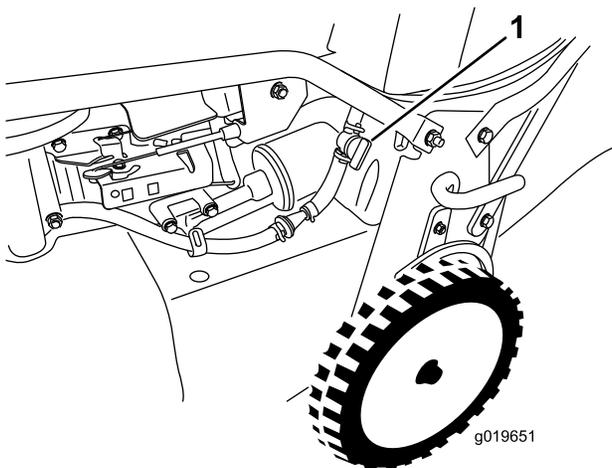

Figura 17
2. Abra la válvula de combustible (Figura 17).